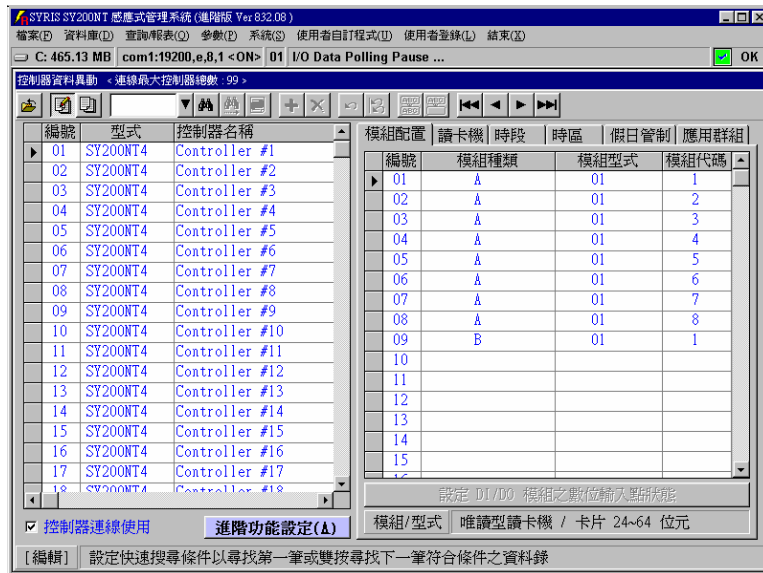

图 5-1 控制器数据设定主画面
1. 点选系统主选单”数据库(D)”内之”控制器数据异动(C)”，如图 5-1 所示。